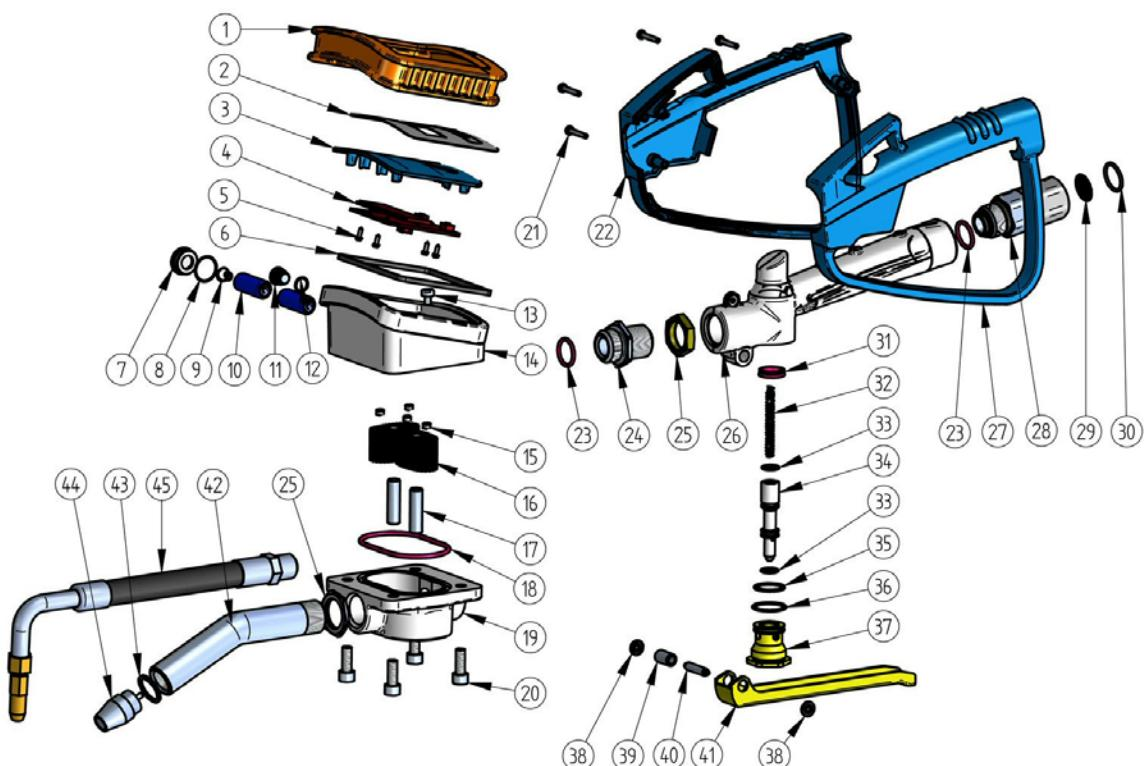

Рис. 8-1: Схема составных частей раздаточного пистолета со счетчиком
- О необходимости замены батареи указывает символ батарейки на дисплее. Осторожным открыванием поз. 7 (Рис.8-1) могут быть изъяты и заново вложены две батареи по 1,5 В (LR1). Осторожно снова прикрутите крышку.
- Сито поз. 29 (Рис. 8-1) необходимо время от времени, в зависимости от загрязнения, прочищать.
Таб.8-1 Пояснения к рис. 8-1